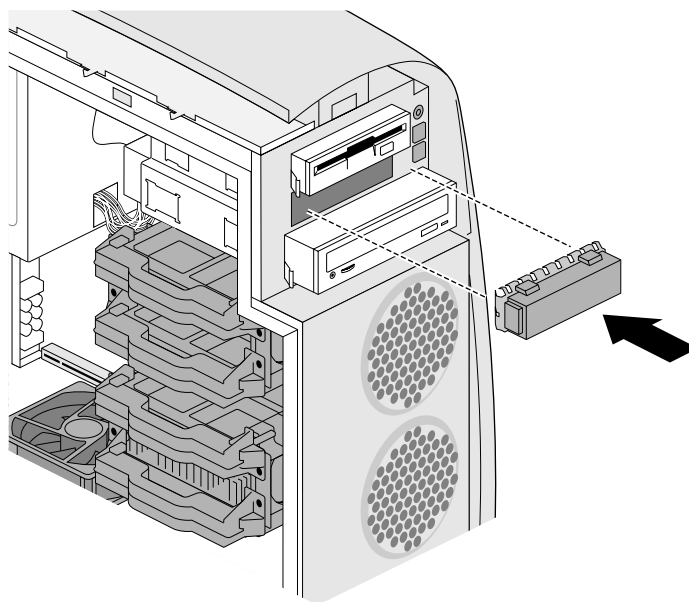

図 4-13 ドライブベイへのカバープレートの取り付け
- 空のドライブベイにカバープレートを取り付けます (図 4-13)。